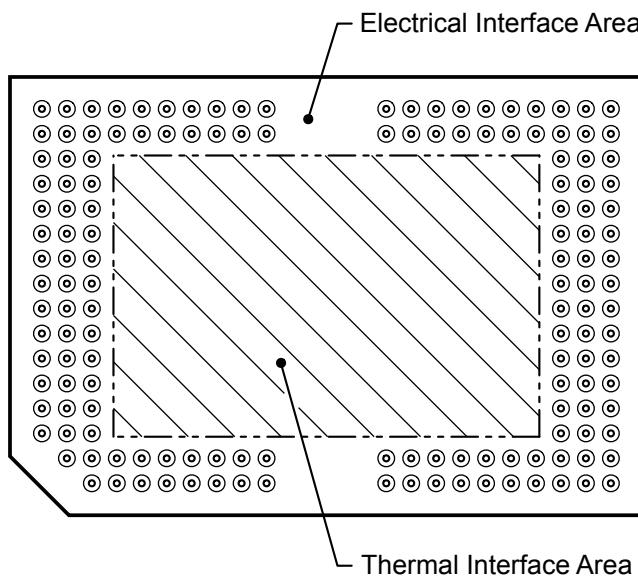

図 5-14. システム実装インターフェイスの荷重
(1) 荷重は、図 5-14 に示されている対応領域に均一に適用する必要があります。